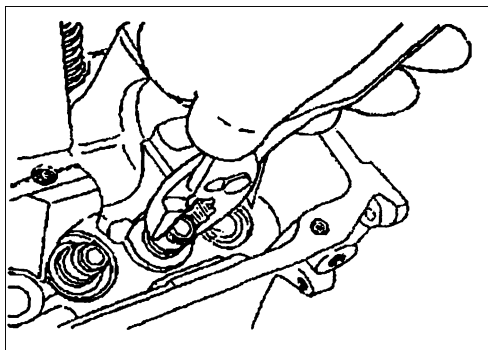

图 2-70 拆卸气门油封
3) 拆卸气门油封。如图 2-70 所示, 拆卸气门油封。拆卸后的气门油封不能重复使用。